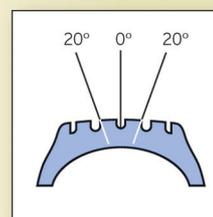

Fig. 2
- ▶ El ángulo de la herida no debe exceder 20°. De ser mayor, utilizar un método de reparación de 2 piezas (fig. 2).